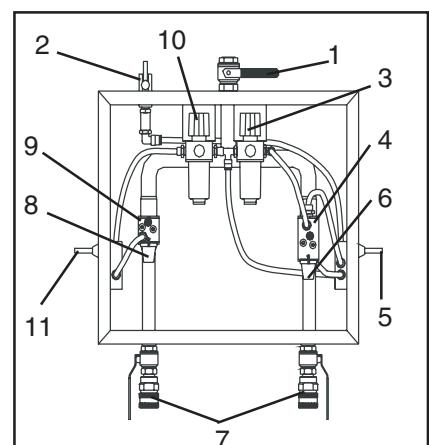

Fig. 9
**S3000 DF, S3000 DFU, S310 DF, S3100 DFU** (fig. 9, without User Pack\*).